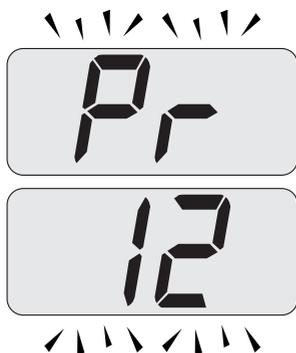

Figura 7.14
- Scorrere i vari parametri utilizzando i tasti 16 o 17 fino a far apparire sul display LCD le lettere **Pr** che si alternano con il codice **12**, indicanti l'entrata nel "parametro 12" (Figura 7.14).
- Premendo contemporaneamente i tasti 15 e 16 (Figura 7.12) si esce senza modificare il valore (ritorno alla lista parametri Figura 7.14).